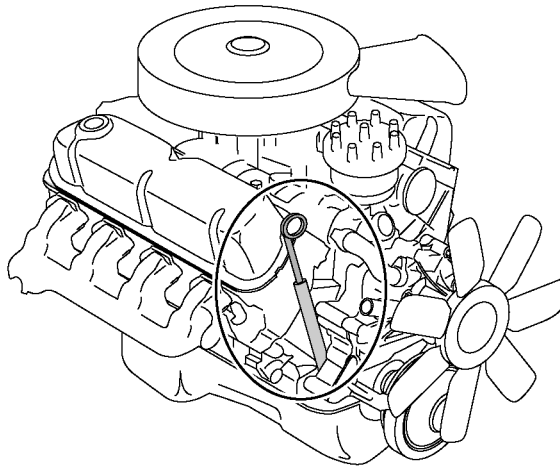

Рис. 3.9. Масляный щуп находится сбоку двигателя
1. Когда двигатель холодный (или не работал не менее десяти минут), вытяните масляный щуп (который имеет кольцо на конце и торчит сбоку двигателя, как показано на рис. 3.9) и вытрите его чистой тряпкой без ворса.